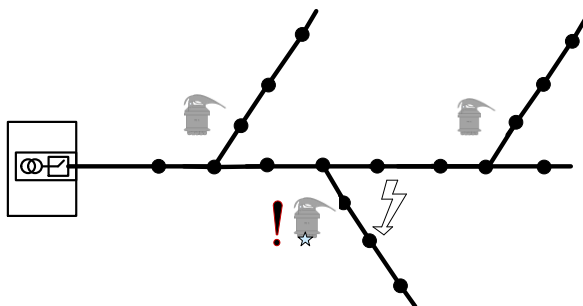

Рисунок 7 – Установка индикаторов на линии с коротким стволом и длинными ответвлениями
- на линии с коротким стволом и длинными ответвлениями индикаторы устанавливаются на ответвлениях вблизи мест разветвления, на ближайших к месту разветвления промежуточных опорах (Рисунок 7);